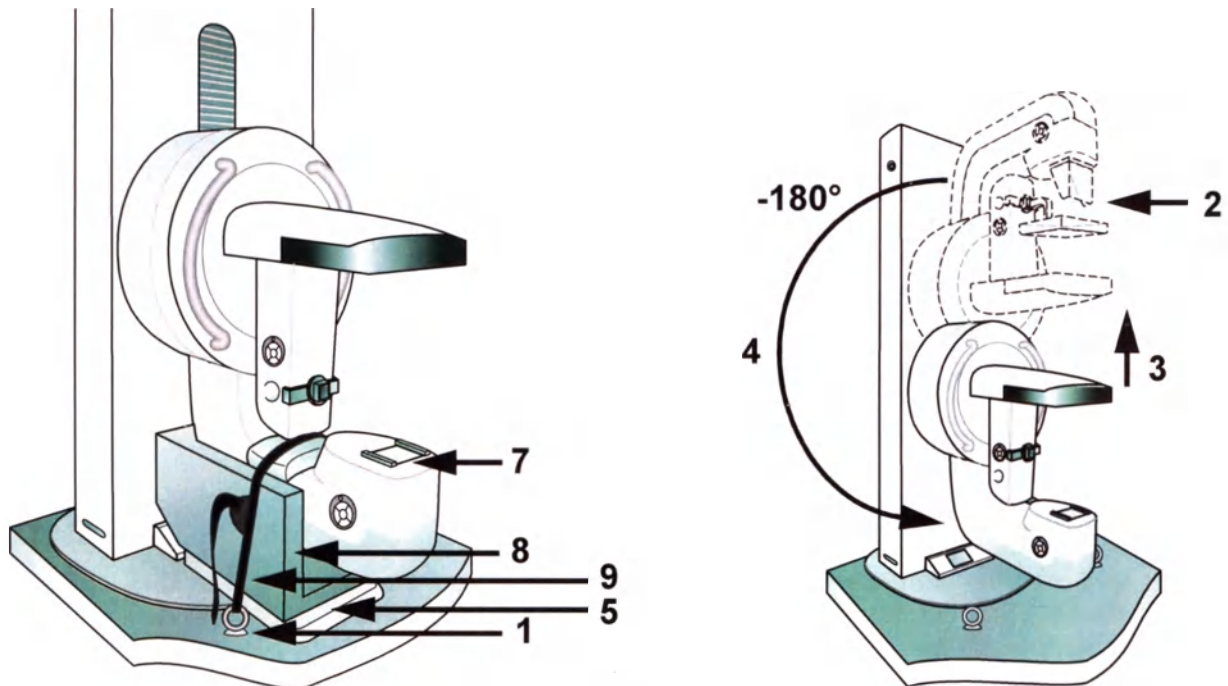

Рис. 2
- 7 Установите крышку коллиматора, как показано на рис. 2.
- 9 Пристегните удерживающий ремень, как показано на рис. 2, и затяните его как можно туже. Закрепите свободные концы в стальных проушинах.